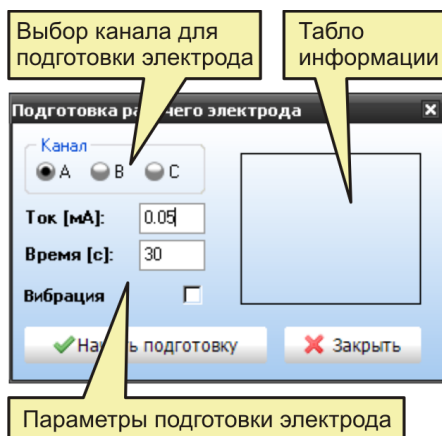

Рис. 4.7. Окно подготовки рабочего электрода
**Подготовка электрода** **F5** — производит процедуру нанесения пленки ртути или золота на рабочий электрод в режиме заданного тока. При выборе этой команды открывается диалоговое окно для выбора параметров нанесения пленки ртути (Рис. 4.7).